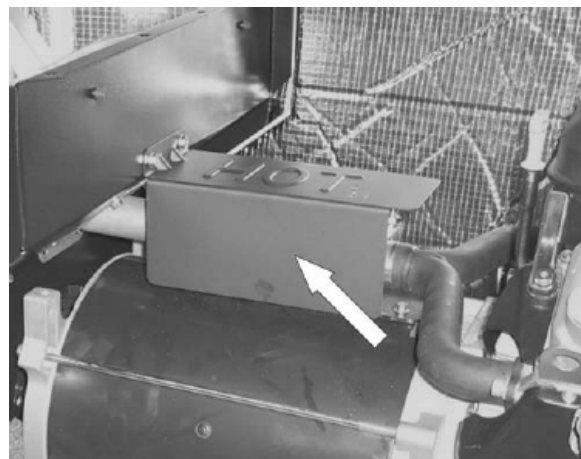

Рисунок 25.
3. Снять крышку на гибком трубопроводе выхлопного отсека: С помощью накидной головки 10 мм открутить два (2) болта и снять крышку. Смотреть рисунок 25.